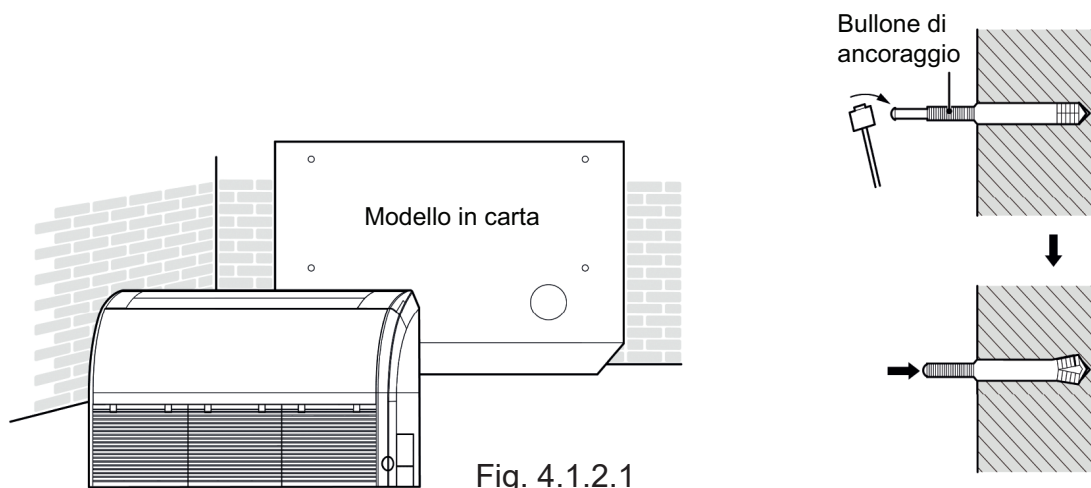

Fig. 4.1.2.1
- (1) Determinare la posizione del gancio tramite il modello in carta per installazione. Successivamente, rimuovere il modello in carta, come mostrato in Fig. 4.1.2.1.
- (2) Inserire i tasselli nei fori e spingere il bullone nel tassello con un martello, come mostrato a destra nella Fig. 4.1.2.1.
- (3) Rimuovere i pannelli destro e sinistro, come mostrato in Fig. 4.1.2.2.